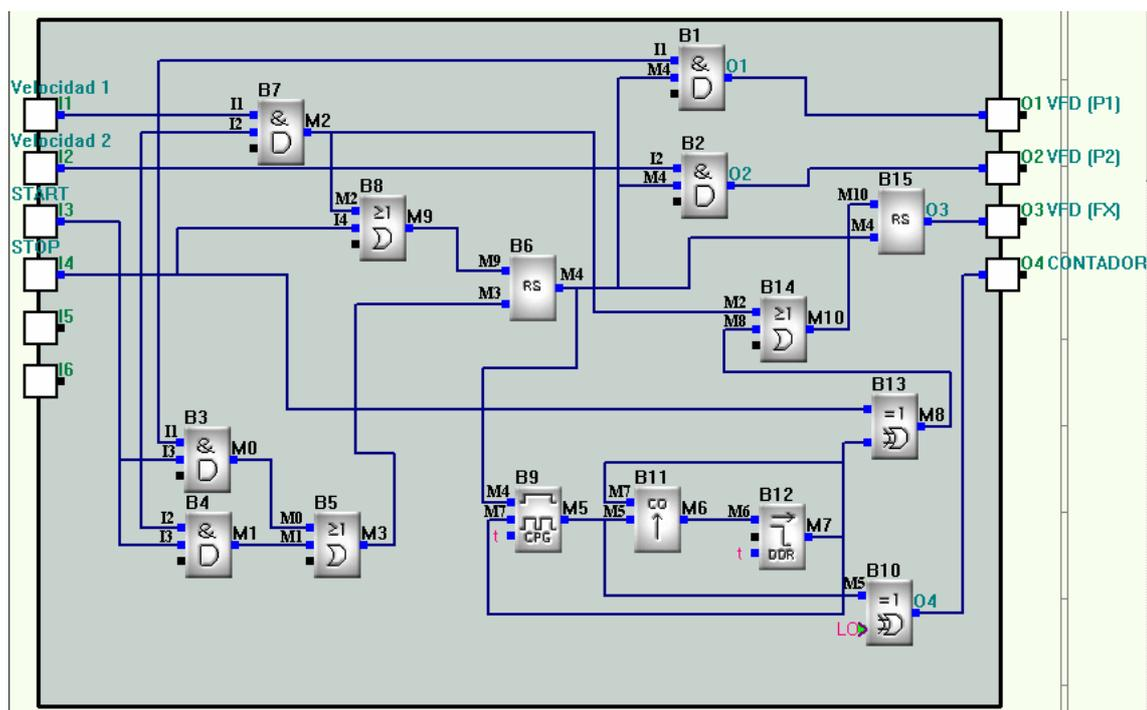

Figura. 6.43. Programa en Quick II
- Una vez que ya se tiene la señal de encendido se procede a simular el paso de las 50 latas. Esto se logra con la función **CPG** que genera un tren de pulsos. En esta función el tiempo en alto y bajo es el mismo así que se setea en un valor de 1. Cada tiempo en alto será una lata que pasa y el tiempo en bajo es el tiempo entre cada lata. Este es el bloque B9 de la figura 6.43.
- Ahora se debe contar las 50 latas así que se utilizó la función **UCN**, que es un contador creciente. Este contador cuenta los flancos ascendentes de un tren de pulsos. Se la configura para llegar hasta un valor de 51, ya que así contará las 50 latas. Al llegar a este valor se activa la salida. Este es el bloque B11 de la figura 6.43.
- Una vez que se completan las 50 latas, el dueño condicionó que desea un minuto de detención para poder cambiar la caja llena por una vacía. Así que se utilizó la función **DDR** para conseguir este objetivo. Esta función deja transcurrir un tiempo antes de activar la señal de salida. En este caso después de 1 minuto se activará la salida que nos sirve para resetear el generador de pulsos (CPG) y el contador (UCN). Este es el bloque B12 de la figura 6.43.
- Una vez que ya haya transcurrido el tiempo de espera para cambiar la caja llena por una vacía se da la señal para continuar el conteo desde 0. Así que a la señal de salida del DDR se la valida con la señal de STOP dentro de una compuerta **XOR**. Este es el bloque B13 de la figura 6.43.
- Para finalizar la señal de salida de la OR se la valida dentro de la función **RS** con la señal de salida de la primera compuerta RS. Esto se hace ya que el botón de START tiene prioridad ante todo. Este es el bloque B15 de la figura 6.43.